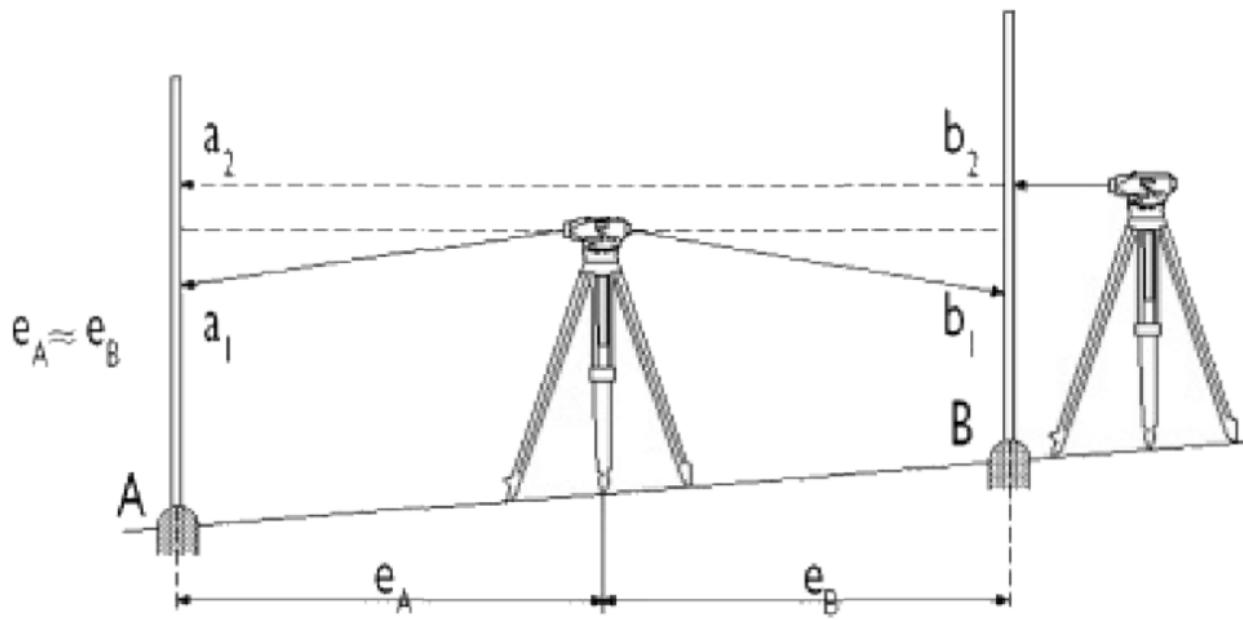

Рис. 6: Проверка горизонтальности линии визирования
1. Проверка: Установите инструмент посередине между двумя рейками, установленными в точках А и В приблизительно на расстоянии 30 – 40 м. Возьмите отсчет a_1 по рейке А и отсчет b_1 по рейке В (см. рис. 6). Из-за идентичных расстояний, разница по превышениям будет корректна, даже если линия визирования не отьюстирована. Теперь установите инструмент на расстоянии около 2 м от рейки В и возьмите отсчет b_2 . Вычисленное значение $c = b_2 + d$ должно быть равно отсчету a_2 по рейке А, если линия визирования отьюстирована.